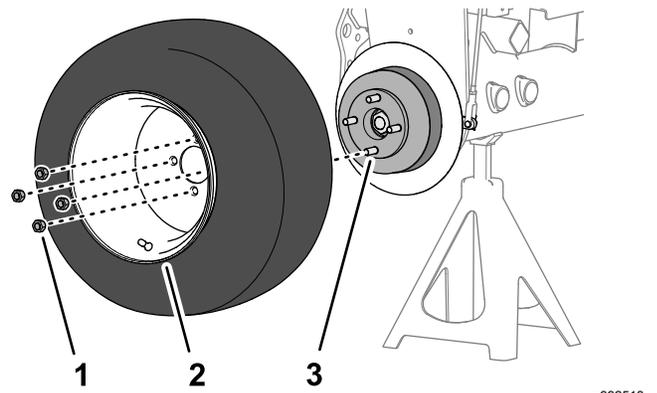

图 76
- 1. 用 4 个车轮螺母将车轮组装到轮毂上 图 76 并用手拧紧。